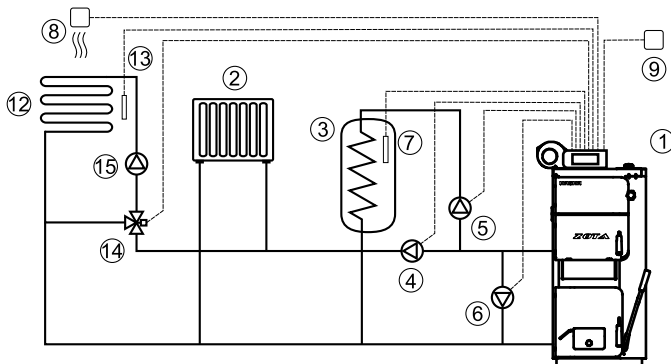

Рис.7 Упрощенная схема подключения котла с узлом рециркуляции
7.4.6. Во избежание конденсации продуктов сгорания в котле и повышения долговечности котла и дымохода, отопительный котел должен быть оборудован рециркуляционной системой или смесительным устройством, поддерживающим температуру теплоносителя на входе в котел выше 65°C, (см. рис.7; 8).